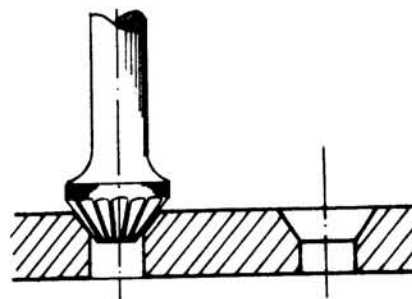

Fig. 3
2) En remaches con cabeza de embutir, se debe profundizar el avellanado para permitir el alojamiento de la cabeza (fig. 3).